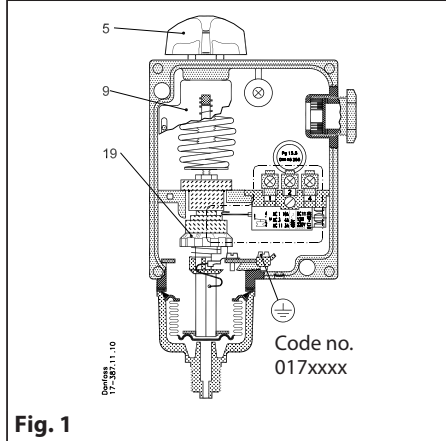

Fig. 1
The pressure controller is set by rotating the knob (5), at the same time reading the main scale (9). See fig. 1.
Der Pressostat ist nach der Funktion - Schliessen oder Öffnen, - die bei Druckabfall eintreten soll, einzustellen (Bereichseinstellung). Die Einstellung selbst wird mit dem Einstellknopf (5) unter gleichzeitiger Ablesung der Hauptskala (9) vorgenommen. Siehe Fig. 1.
Le pressostat est réglé d'après la fonction - fermeture ou ouverture du circuit - à pression décroissante (réglage de la plage). Le réglage proprement dit se fait au moyen du bouton cruciforme (5) en lisant sur l'échelle principale (9). Voir fig. 1.